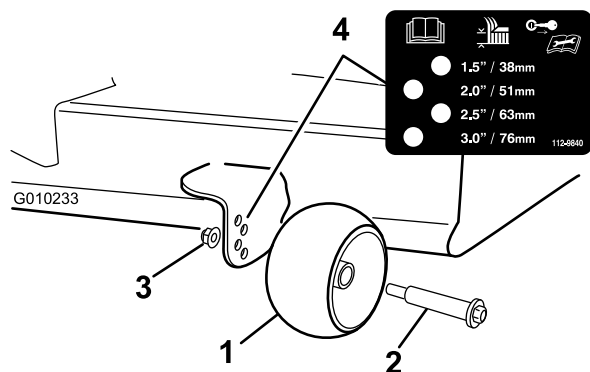

Figura 28
3. Ajuste os rolos anti-danos como se mostra em Figura 28 para corresponder à posição da altura de corte mais próxima.